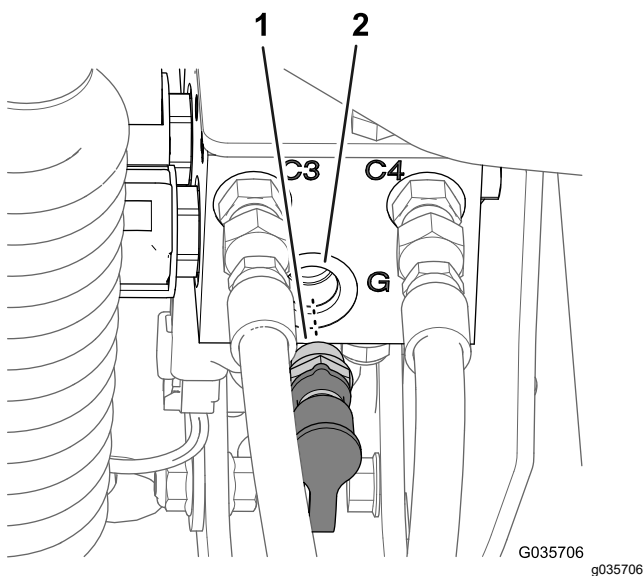

Figura 10
4. Retire los acoplamientos de diagnóstico y el tapón del puerto G del distribuidor del cilindro de elevación antiguo (Figura 10).